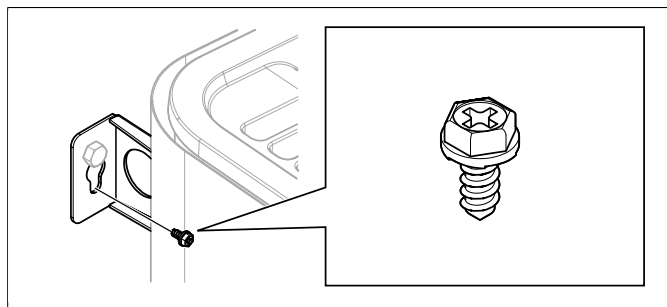

Fig 11: Konsolens låsskruv
10. Lås aggregatet på plats med låsskruven se **Fig 11**, sidan 5.